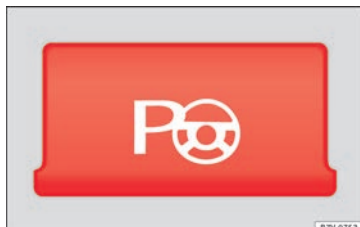

Fig. 213 Detalle de la consola central: tecla para conectar manualmente el sistema de asistencia al volante para aparcar.
- En aparcamientos paralelos a la calzada: pulse la tecla a una velocidad de hasta 50 km/h (31 mph) **una vez**. Cuando la función está activa, se ilumina el testigo de la tecla » **fig. 213**.
• **En aparcamientos perpendiculares a la calzada:** pulse la tecla  a una velocidad de hasta 50 km/h (31 mph) **dos veces**. Cuando la función está activa, se ilumina el testigo de la tecla **» fig. 213**.
- Pulse la tecla . Cuando la función está activa, se ilumina el testigo de la tecla **»» fig. 213**.